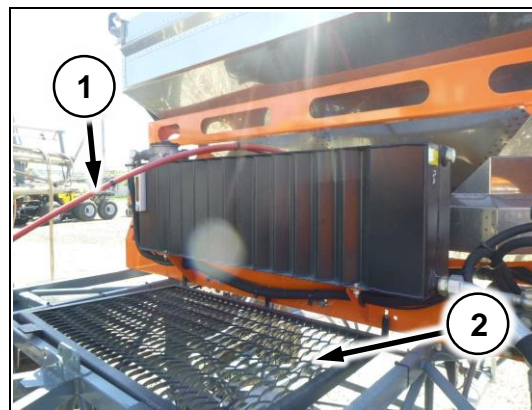
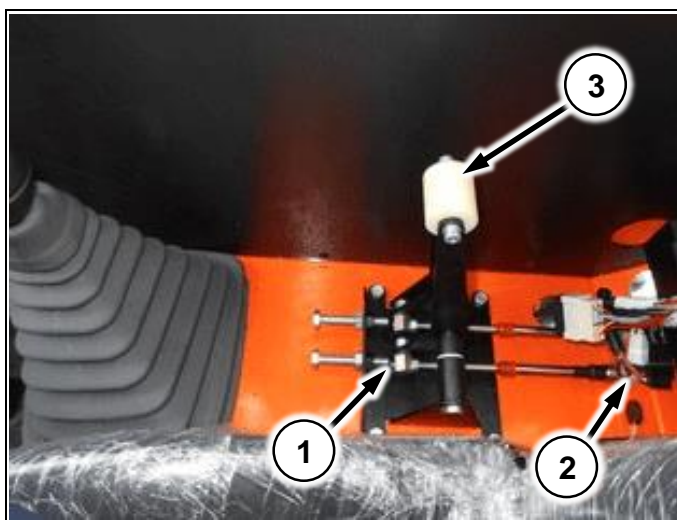
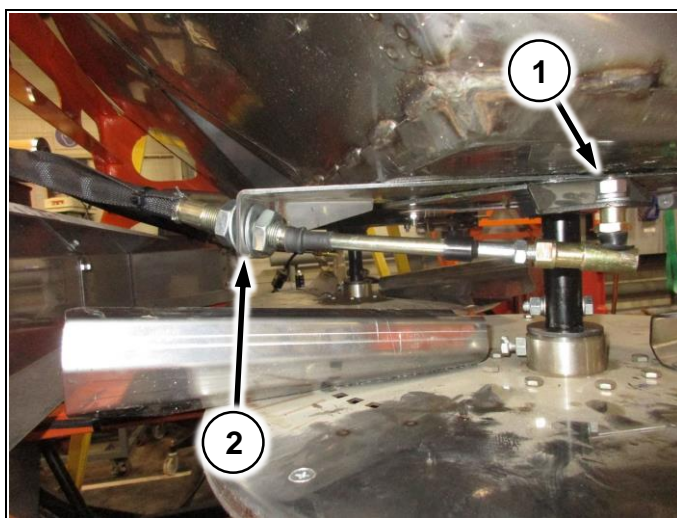

Рис. 80
Рис. 81
Рис. 82
5. Проложите троса управления заслонками по раме (Рис. 80/1) и соедините с рычагом в кабине (Рис. 81/1) и с заслонкой на бункере (Рис. 82/1)
6. Установите настил на раму (Рис. 80/2)
1. Заведите троса в кабину (Рис. 81/2) и зафиксируйте гайками.
2. Подтяните гайки (Рис. 82/2)
3. Рычагом (Рис. 81/3) проверьте что заслонки открываются полностью
4. При не полном открытии, гайкой (Рис. 82/2) отведите трос